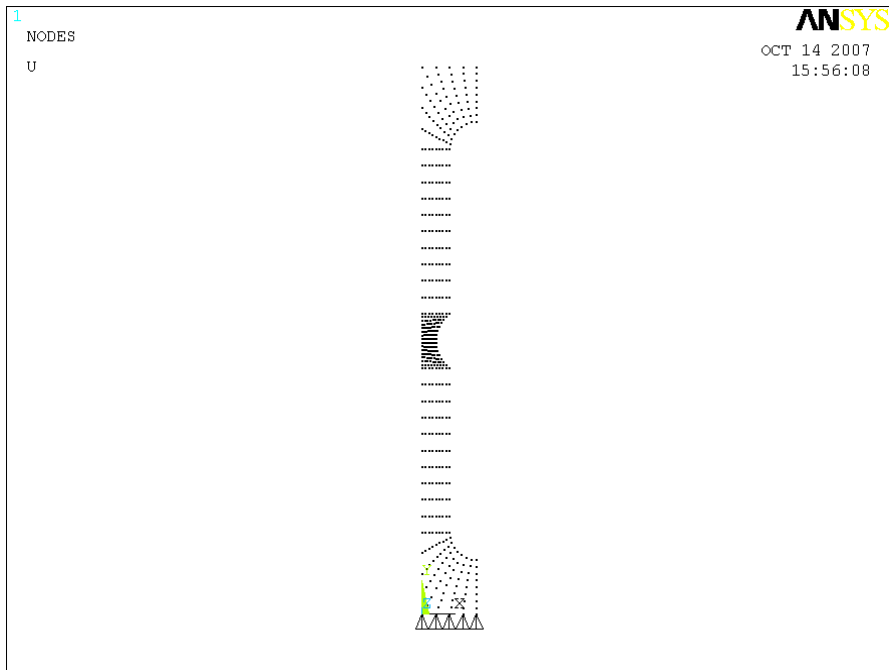

Рисунок 34. Результат закрепления нижних узловых точек
- Нажимаем кнопку **ОК** (Рисунок 34).